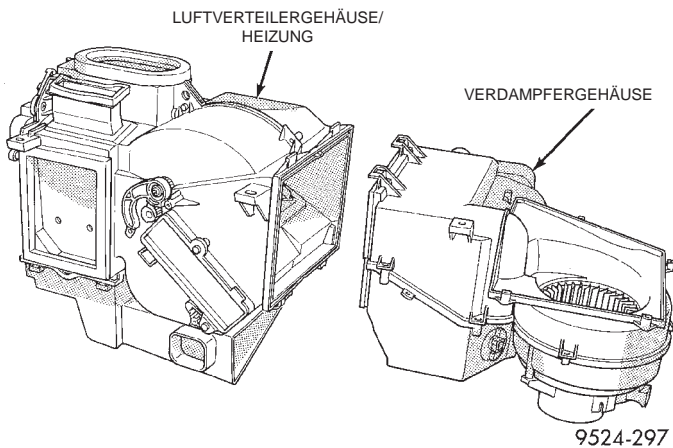

Abb. 88 Gehäuse voneinander trennen
(18) Verdampfergehäuse und Luftverteilergehäuse der Heizung voneinander trennen (Abb. 88).